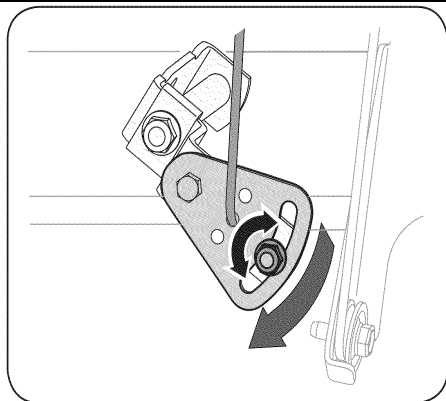

Рис. 21
2. Ослабьте шестигранную гайку на поворотном кронштейне троса переключения скоростей (См. Рис. 21);